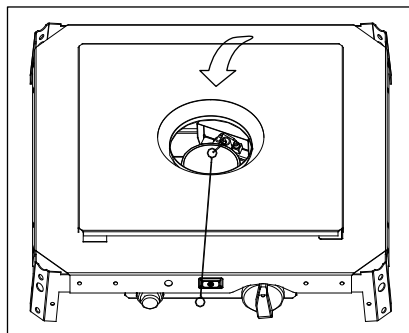

Figure 3
- Tant que vous presser le bouton de contrôle, placer un briquet à longue portée (non-inclus) au-travers du trou sur le panneau de contrôle pour allumer la flamme pilote (fig 3).